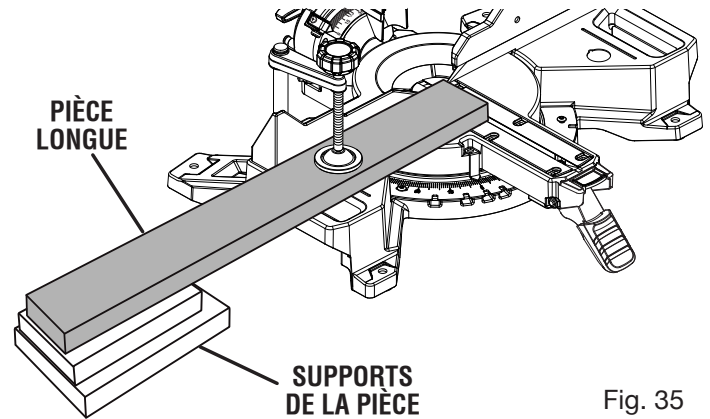

Fig. 35
- Lors de la coupe de planches ou de moulures longues, soutenir l'extrémité libre de la pièce avec un chevalet à rouleau ou un plan de travail se trouvant au même niveau que la scie. Voir la figure 35.
- Lors de la coupe de longues pièces ou moulures, retenez l'extrémité opposée de la pièce avec un support à rouleau ou une surface de travail de niveau avec la table de la scie. Voir la figure 35.
Voir la figure 35.